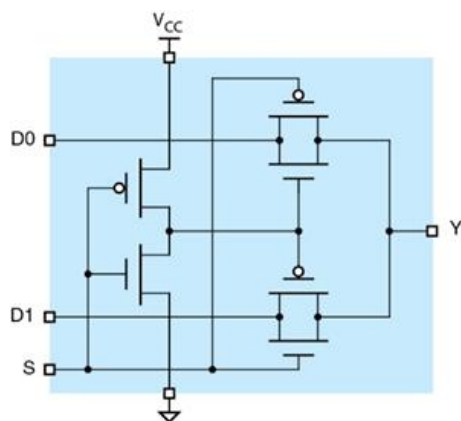

图 1.17 用传输门实现 2 路选择器的原理图
1) 利用传输门实现 2 路选择器，如图 1.17 所示。
实现图 1.17 中 2 路选择器的部件包括 1 对 CMOS 晶体管、2 个传输门、2 个输入引脚、1 个输出引脚、1 个电源、1 个地线。